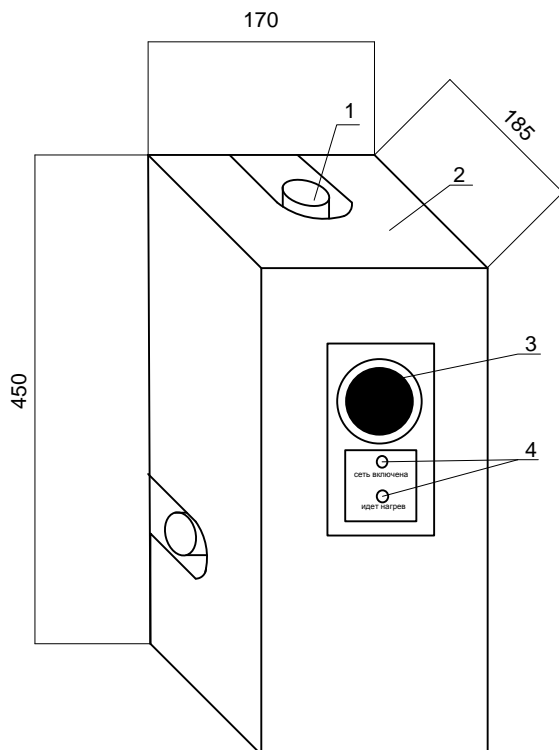

Рис. 1 Внешний вид электрокотла «Mini Star».
3.1. Водонагреватель электрический «Mini Star» состоит из колбы водонагревателя **1**, защитного кожуха **2**, датчика регулятора температуры по теплоносителю **3** (Imit) и светоиндикации **4** (см. рис.1). Габаритные размеры электроводонагревателя не более 170x185x450 мм.
Электронагреватель 1 (рис.1) и датчик температуры по воздуху следует устанавливать в местах, удобных для наблюдения и обслуживания.